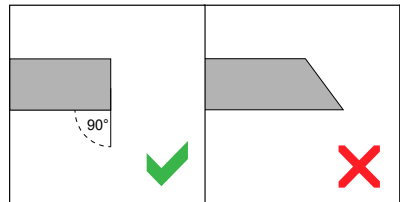

Abbildung 3: Kabelleiter schneiden
1. Schneiden Sie die Enden beider Kabelleiter gerade ab (siehe Abbildung 3).